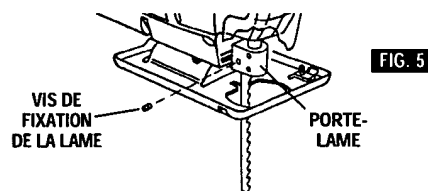

FIG. 5
1. **Chantournage automatique** : insérez la lame à fond en veillant à la placer dans la partie **ARRIÈRE** du porte-lame, comme l'indique la fig. 5.
Remarque : Dans le cas des modèles à chantournage automatique, la lame doit se trouver dans la partie ARRIÈRE du porte-lame, comme l'indique la fig. 5, pour que la fente entoure la lame.